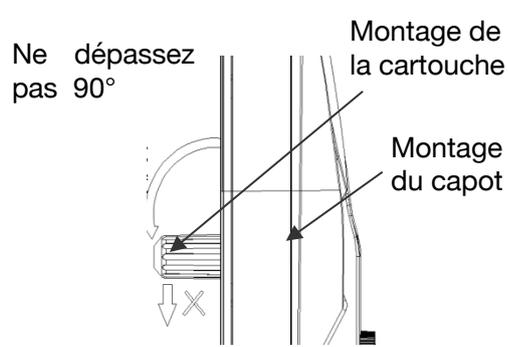
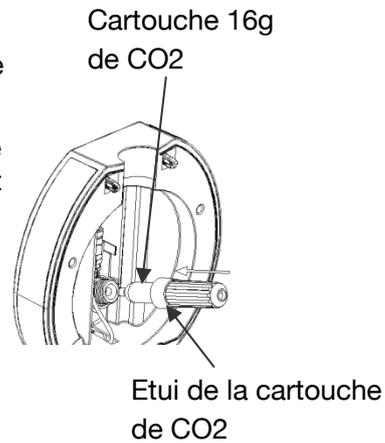
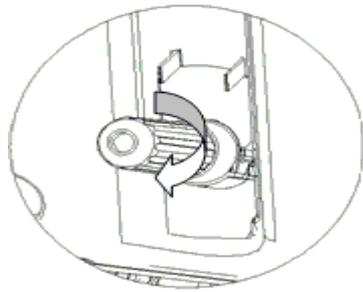

Figure 15
Figure 16
Figure 17
4. Desserrez l'étui de la cartouche de CO2 (voir figure 15), insérez une cartouche de CO2 de 16 grammes dans l'étui (figure 16) et vissez fermement l'étui jusqu'à ce que vous entendiez un "clic" (figure 17), ce qui indique que le joint de la cartouche a été percé et que le gaz CO2 peut s'écouler librement dans le tonnelet. Faire en sorte que l'étui de la cartouche soit bien serré pour éviter les fuites de CO2. Mettez ensuite l'étui de la cartouche de CO2 dans le couvercle supérieur.